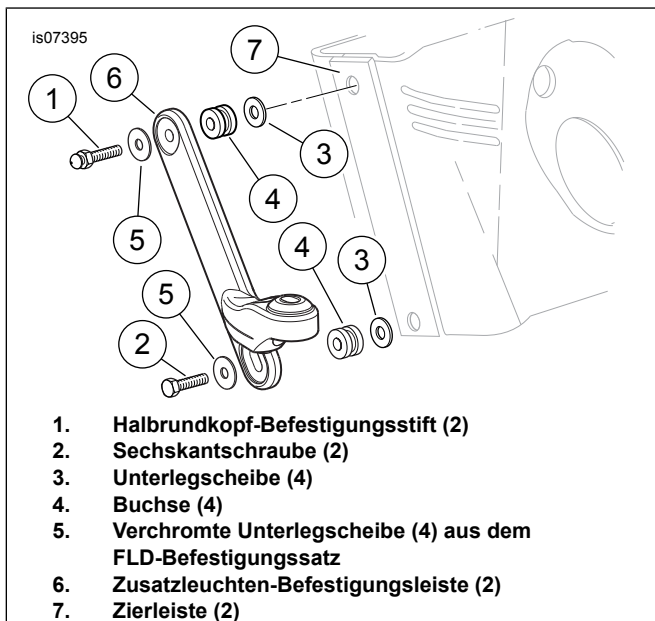

Abbildung 1. Einbau der Zusatzleuchtenhalterung (FLSTF)
4. Siehe Abbildung 1. Eine verchromte Unterlegscheibe aus dem FLD-Satz (5) auf dem Gewinde des Halbrundkopf-Befestigungsstifts (1) anbringen und danach das Gewinde durch das obere Loch in der Leuchten-Befestigungsleiste (6) einsetzen.